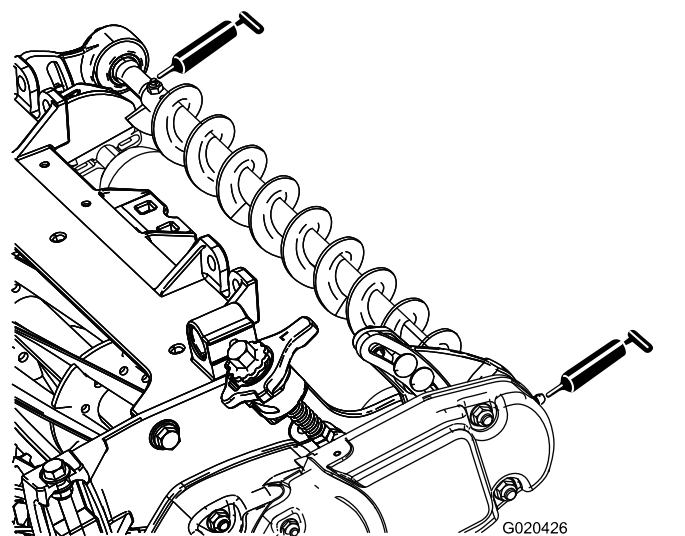

Figure 15
4. Lubrifiez les graisseurs de chaque logement de roulement de la brosse de rouleau et du reste du plateau de coupe avec de la graisse au lithium n° 2. (Figure 15).